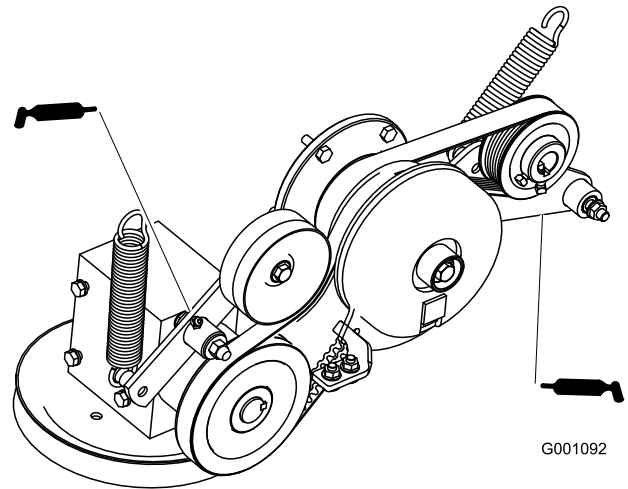

Bild 29
6. Schmieren Sie den Spannarm des Zapfwellenkeilriemens (Bild 29).
7. Schmieren Sie den Spannarm des Pumpenriemens (Bild 29).